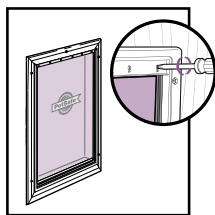

FIG. 13
1. Retire los tornillos del marco interno de la puerta para mascotas (Fig. 13).